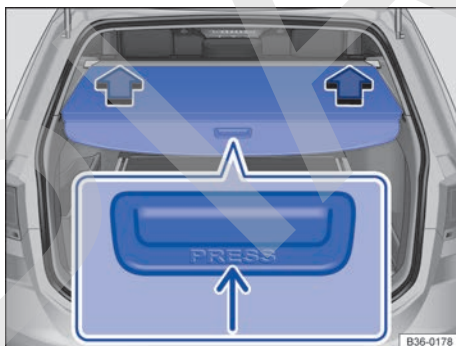

Fig. 124 En el maletero: cubierta del maletero cerrada.
- Presione sobre la parte delantera → fig. 124 (flecha pequeña) de la cubierta del maletero. La cubierta se abre automáticamente hasta el centro del maletero.
- Enganche los extremos de la barra transversal en las aberturas izquierda y derecha de los guarnecidos laterales → fig. 124.